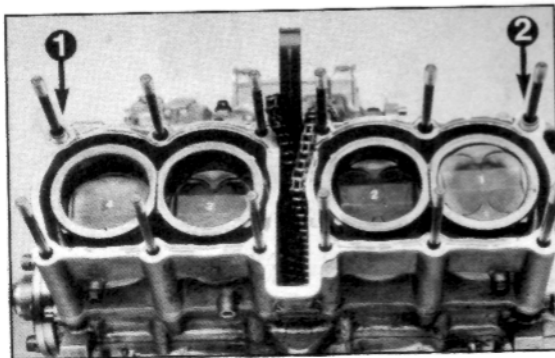

Bild 145
- Kolben von links nach rechts mit 1 bis 4 kennzeichnen und Einbaurichtung markieren. Siehe Bild 145.